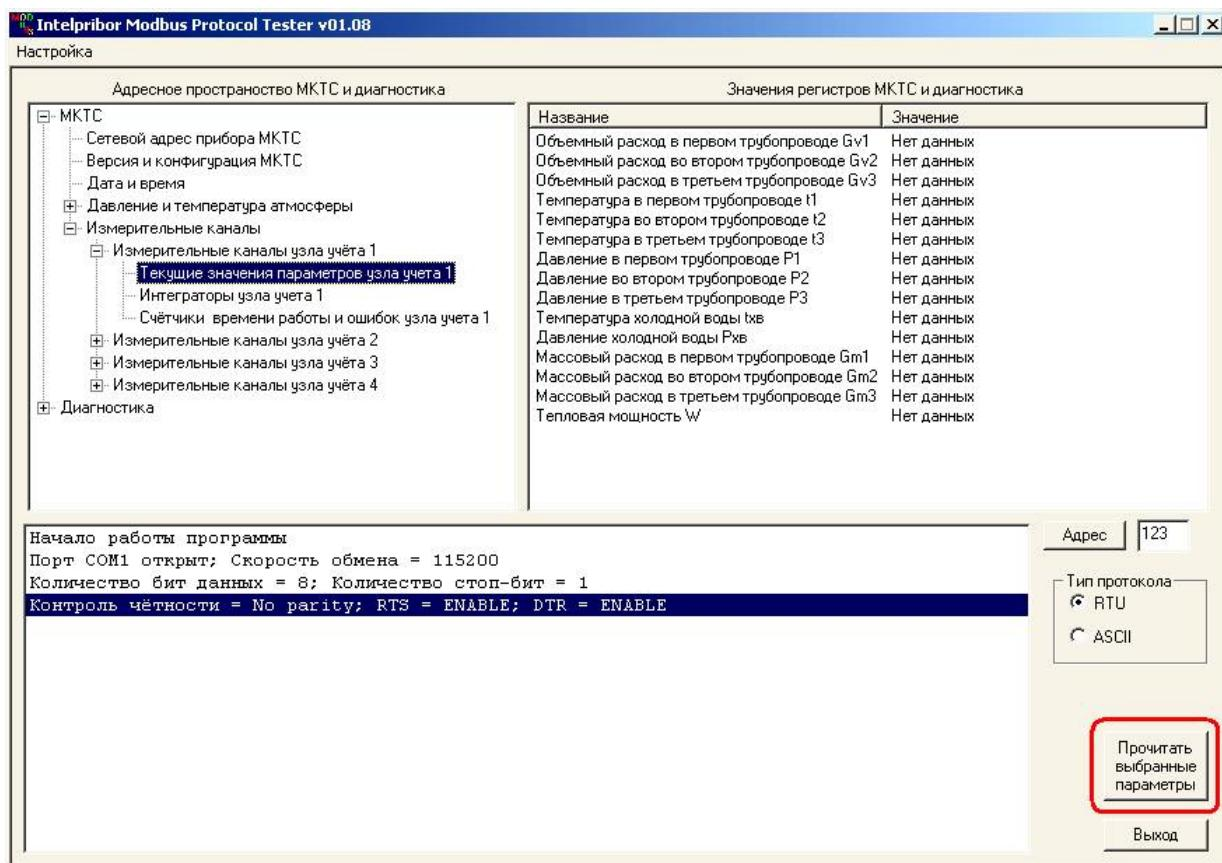

Рисунок 4.11 Выбор области памяти МКТС для просмотра.
- нажать на кнопку *Прочитать выбранные параметры* или щёлкнуть правой кнопкой мышки по любому пункту списка *Значения регистров МКТС и диагностика* (см. Рисунок 4.11);